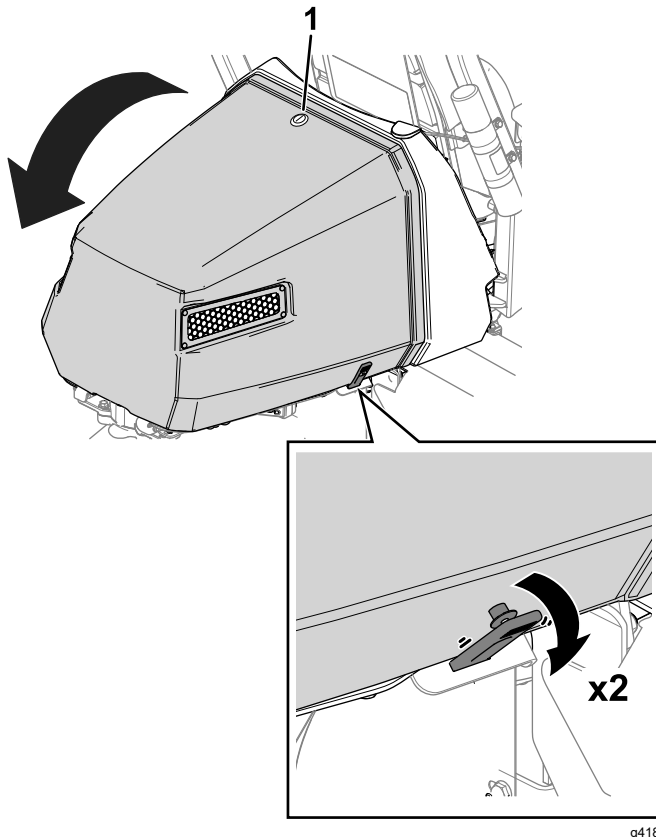

Figure 40
1. Déverrouillez le capot (Figure 40).
2. Détachez les attaches de chaque côté du capot (Figure 40).